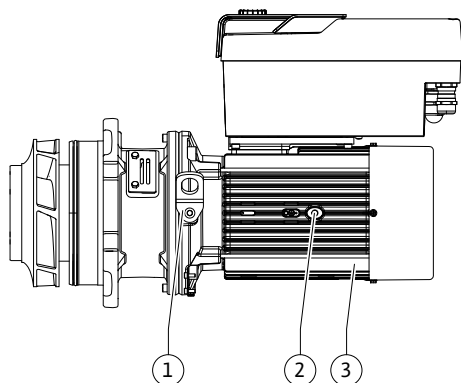

Fig. 107: Set di innesto
13. Introdurre il set di innesto (vedi Fig. 107) nel corpo pompa nella posizione precedente o in un'altra posizione angolare desiderata. Attenersi alle posizioni di montaggio ammesse per i componenti (vedi capitolo "Posizioni di montaggio ammesse e modifica della disposizione dei componenti prima dell'installazione" [► 273]).
14. Si consiglia l'impiego dei perni di montaggio (vedi capitolo "Accessori" [► 268]). Quando la guida della lanterna ha fatto presa in modo evidente (ca. 15 mm prima della posizione finale) non c'è più alcun pericolo di ribaltamento o di inclinazione. Una volta fissato il set di innesto con almeno una vite (Fig. I/III, pos. 10 o Fig. III/IV, pos. 29), è possibile rimuovere i mezzi di fissaggio dagli occhioni di trasporto.
15. Avvitare le viti (Fig. I/III, pos. 10 o Fig. III/IV, pos. 29), ma non serrarle ancora definitivamente. Mentre si avvitano le viti, il set di innesto viene tirato all'interno della pompa.